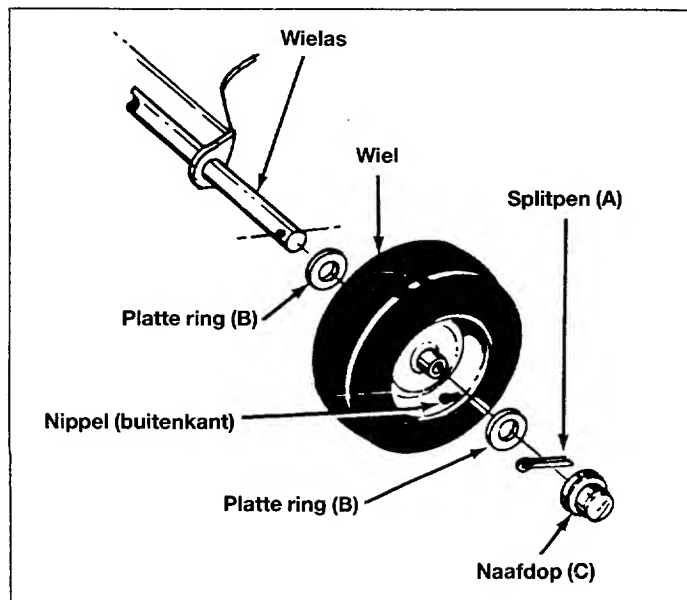

Fig. 12
17. Monteer vervolgens het wiel op de as als volgt: Grote ring (B), wiel, grote ring (B) en tenslotte splitpen (A) en naafdop (C).
N.B.: Zorg er voor dat de ventielnippel van de band aan de buitenzijde gemonteerd wordt. Zie fig. 12.